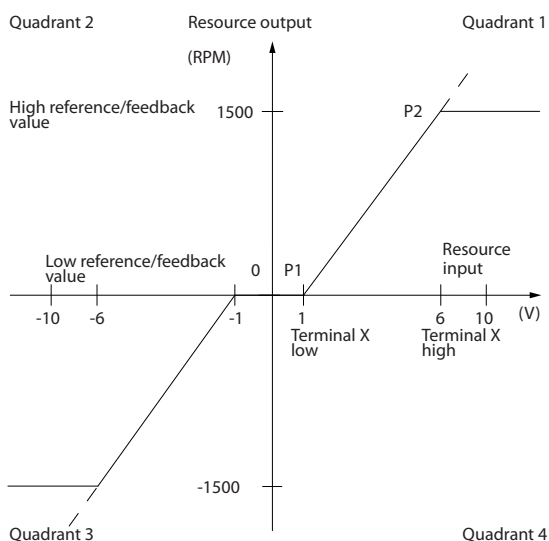

Рисунок 3.19 Зона нечувствительности
- значение либо минимального, либо максимального задания должно быть равно нулю. Иными словами, P1 или P2 должны находиться на оси X на *Рисунок 3.19*.
Размер зоны нечувствительности определяется либо точкой P1, либо точкой P2, как показано на *Рисунок 3.19*.